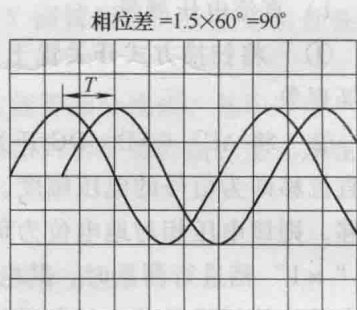

图 1-6 相位差测量
5) 相位差测量。两个信号之间相位差的测量可以利用仪器的双踪显示功能进行。相位差测量如图 1-6 所示,图中给出了两个具有相同频率的超前和滞后的正弦波信号用双踪示波器显示的例子。此时,触发源开关必须置于超前信号相连接的通道,同时调节 Time/div 开关,使显示的正弦波波形大于1个周期,图中一个周期占6格,则1格刻度代表波形相位 60° ,故相位差 $\Delta\varphi = 1.5 \times 360^\circ/6 = 90^\circ$ 。